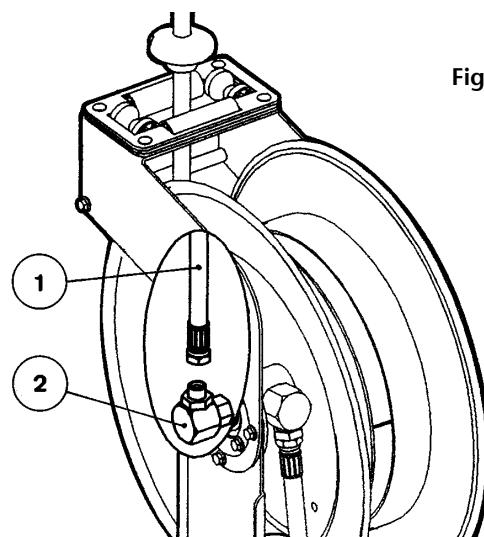

Fig. 9
2. Disconnect the inlet hose (1) and remove the old swivel (2) (figure 9).
2. Débrancher le flexible d'entrée (1) et retirer la rotule (2) (voir Figure 9).
2. Den Zulaufschlauch (1) vom Gelenk abschrauben, das alte Gelenk (2) abmontieren (Bild 9).